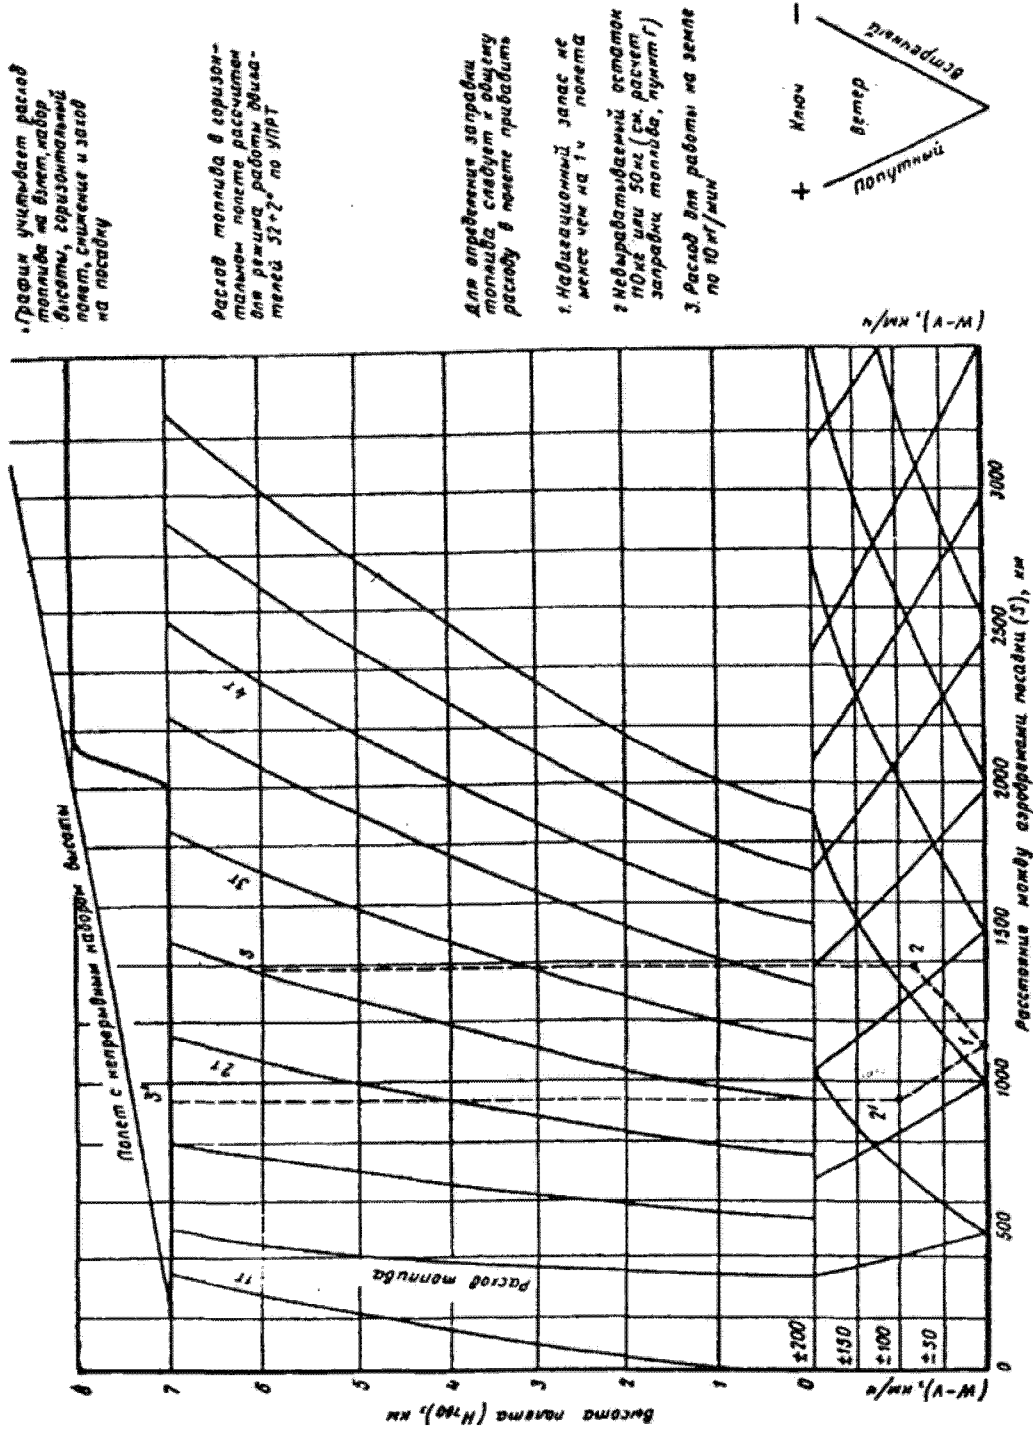

Рис. 6.1. Общий расход топлива в полете
- количества топлива, расходуемого за полет от взлета до посадки (определяется по графику рис. 6.1, см. вклейку);
- 2) Определяется по графику (рис. 6.1) количество топлива, расходуемого за полет: